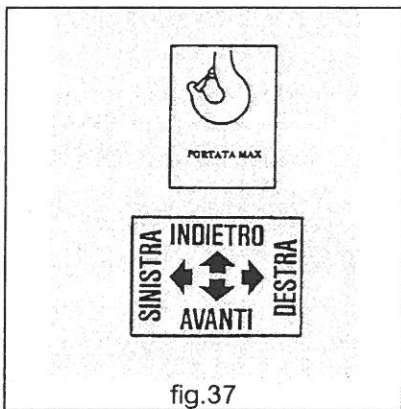

fig.37
- **SEMPRE** rispettare le istruzioni e gli avvertimenti evidenziati sulla macchina; le targhe di avvertenza esposte sulla gru e nelle zone di manovra sono segnalazioni antinfortunistiche e devono essere sempre perfettamente leggibili (fig.37).